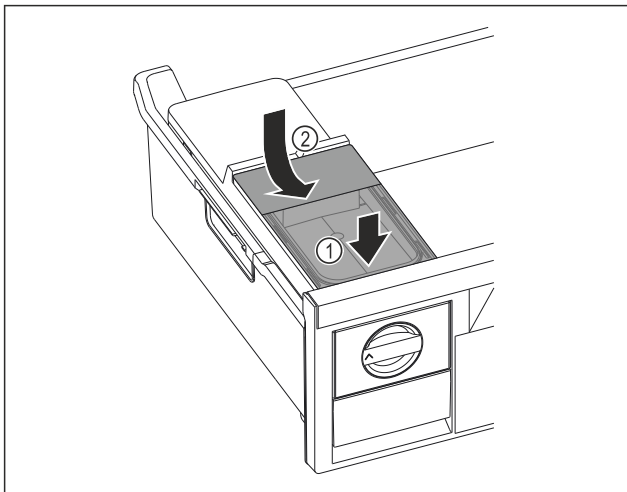

Fig. 83
- ▶ Wassertank vorne ansetzen. Fig. 83 (1)
- ▶ Wassertank hinten absenken. Fig. 83 (2)